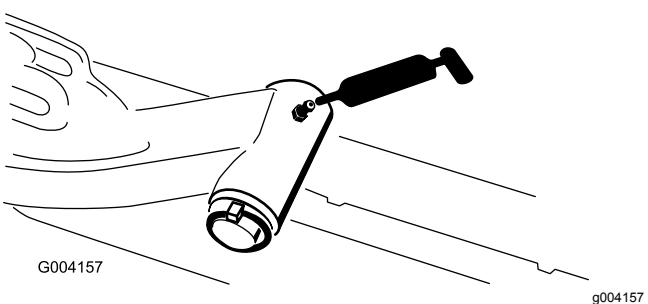

**Figura 49**
- Articulação da estrutura da unidade de corte (1 de cada) (Figura 49)